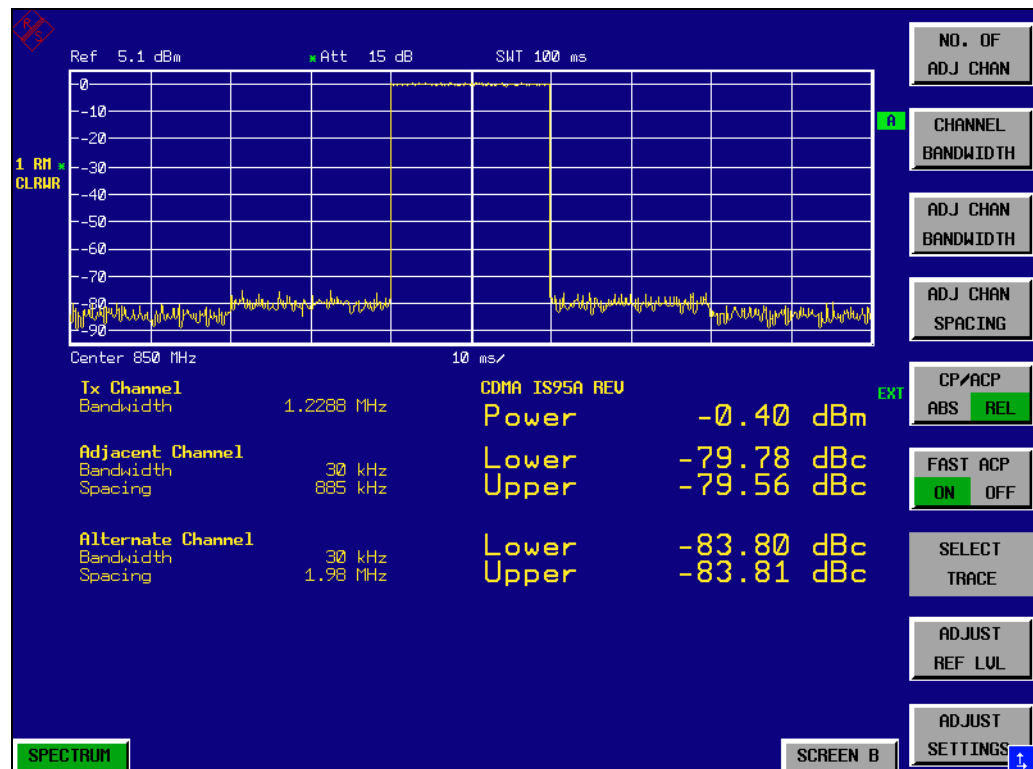

Fig. 2-8 Messung der Kanalleistung und des Nachbarkanalleistungsabstandes bei IS95-Signalen im Zeitbereich (Fast ACP)
- Der R&S FSU misst die Leistung der einzelnen Kanäle im Zeitbereich. Die Messkurve stellt den zeitlichen Verlauf der Leistung in jedem der gemessenen Kanäle dar (siehe Fig. 2-8). Die numerischen Messergebnisse in aufeinanderfolgenden Messungen sind wesentlich stabiler.